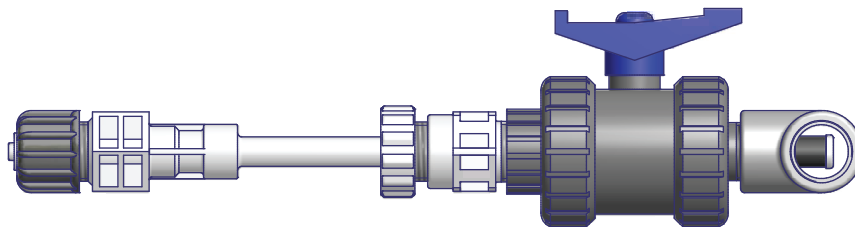

FIG. 2.
- Ouvrir le clapet et pousser le corps de lance en butée jusqu'à atteindre le raccord en "T" situé à mi-hauteur (fig. 2).
- Serrer fermement la bague sur l'écrou tel qu'indiqué sur la fig. 2 pour éviter que la lance ne soit expulsée par la pression de l'eau.